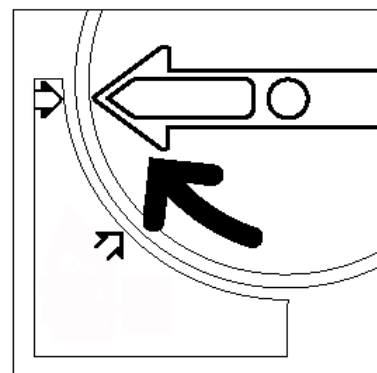

Figure 13 : Rotation et blocage de la cartouche
- 8** Tournez la cartouche dans le sens horaire jusqu'à ce que les deux points de la cartouche et de la machine soient alignés et que les flèches de la cartouche soient en position horizontale (voir la figure 13).